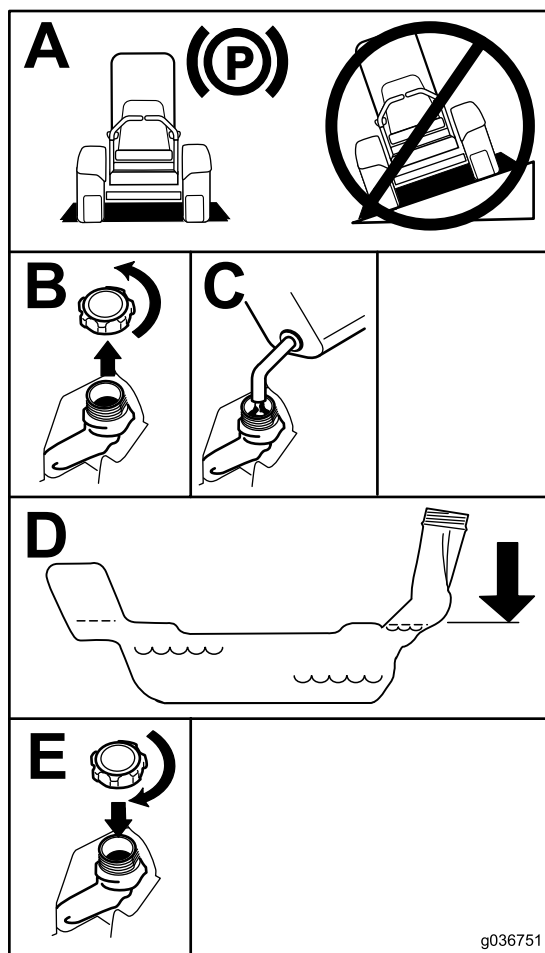

Figura 7
5. Riempite il serbatoio fino alla base del collo del bocchettone (Figura 7).